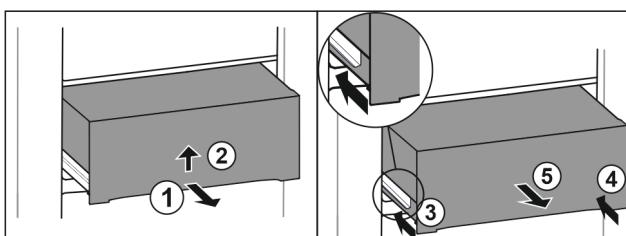

Fig. 48
- ▶ Vytiahnite zásuvku do polovice. Fig. 48 (1)
- ▶ Nadvhynite zásuvku na spodnej strane. Fig. 48 (2)
- ▶ Zasuňte ľavú koľajničku. Fig. 48 (3)
- ▶ Zasuňte pravú koľajničku. Fig. 48 (4)
- ▶ Odoberte zásuvku dopredu. Fig. 48 (5)